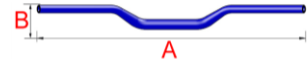

Abb. 1
1. Die Maßvorgaben und Fertigungstoleranzen der einzelnen Motorradhersteller sind unterschiedlich! Kontrollieren Sie vor der Montage des Lenkers den original Durchmesser Ihres Lenkers und verwenden Sie nur einen Lenker mit dem gleichen Durchmesser. Überprüfen Sie alle Montageteile, wie Klemmböcke, Armaturen und sonstiges Zubehör, das auf den Lenker geklemmt wird, auf scharfe Kanten an den Kontaktstellen zum Lenker (siehe Abbildung 1).
1. The dimensions and manufacturing tolerances of individual motorcycle manufacturers are different! Before installing the handlebars, check the original diameter of your handlebar and only use a handlebar with the same diameter. Check all mounting parts, such as clamps, fittings, and other accessories clamped onto the handlebars, for sharp edges at the contact points to the handlebars (see Figure 1).